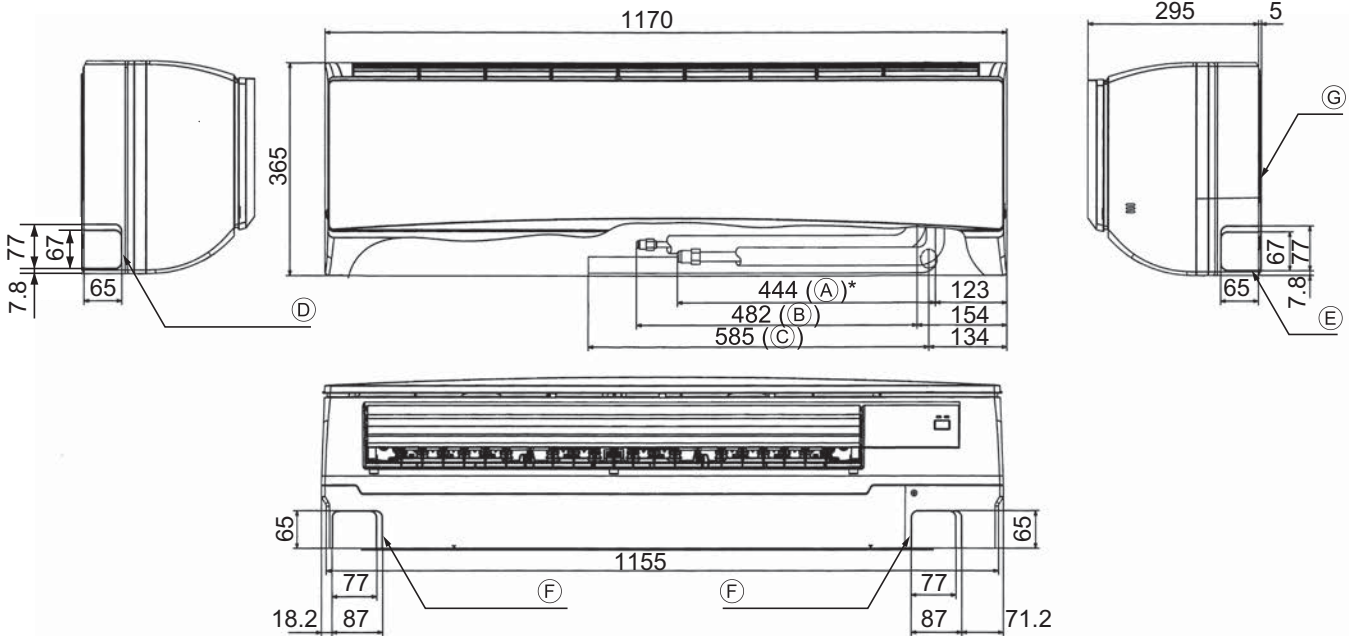

Fig. 4-2
4.2. Anordnung der Kältemittel- und Ablassrohrleitungen (Fig. 4-2)
- (A) Gasrohr * Verweist auf den Zustand mit angeschlossenem Zubehör.